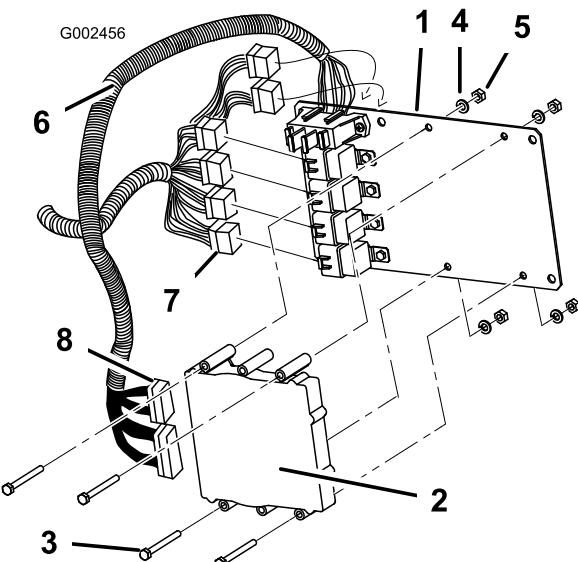

Figura 8
5. Fixe a ECU à placa de montagem (Figura 8), utilizando 4 parafusos (1/4 x 2-1/2 pol), 4 anilhas de bloqueio (1/4 polegada), e 4 porcas (1/4 polegada).
6. Ligue os cabos do relé da cablagem aos 6 relés na placa de montagem (Figura 8).
7. Ligue os 2 cabos de controlo (um longo e outro curto) na cablagem da ECU (Figura 8).